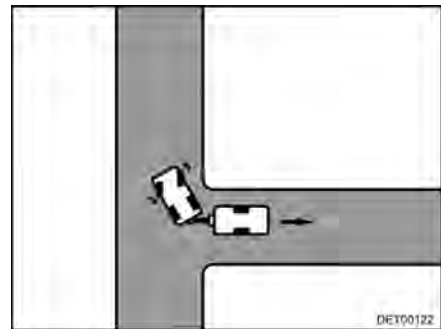

Fig. 16 Braquer à droite
- Braquer à droite et avancer prudemment en marche arrière (Fig. 16).